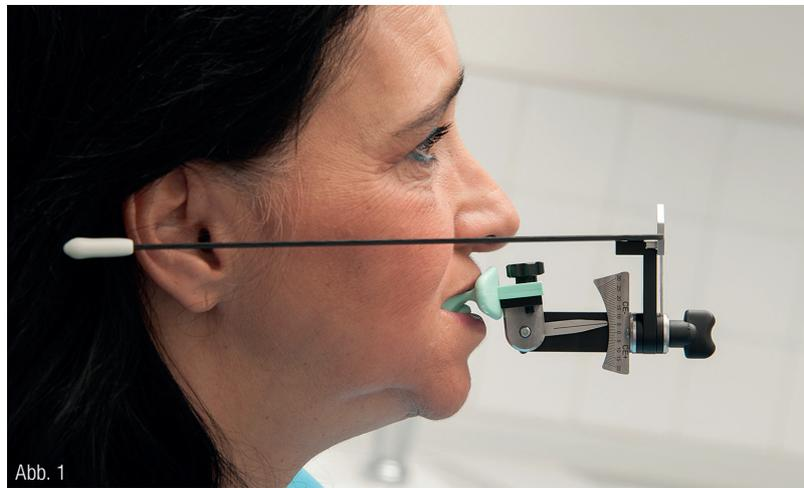
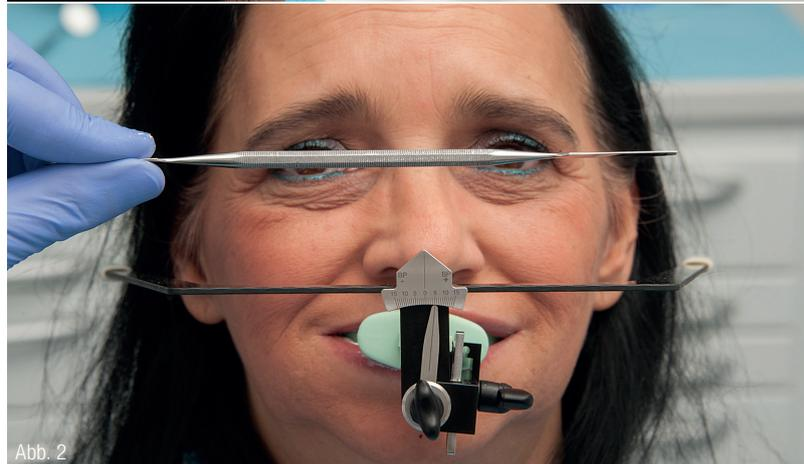

Abb. 1
Abb. 2
Mithilfe der Vorbissnahme lässt sich bereits in der ersten Sitzung die patientenspezifische Okklusionsebene ermitteln. Dazu wird das UTS CAD am Griff des Centric Tray fixiert. Im Patientenmund eingesetzt, wird der Grundbogen parallel zur Camper'schen Ebene (CE) und zur Bipupillarlinie (BP) ausgerichtet (Abb. 1 und 2). Die Lage der Okklusionsebene ist an den beiden Skalen für BP und CE ablesbar. Der Kliniker übermittelt diese Werte zusammen mit der Erstabformung und der Vorbissnahme an den Zahntechniker.
**Abb. 1:** Patientenspezifische Relation der provisorischen Bissnahme zur Camper'schen Ebene (CE) mit UTS CAD. **Abb. 2:** Patientenspezifische Relation der provisorischen Bissnahme zur Bipupillarlinie mit UTS CAD.